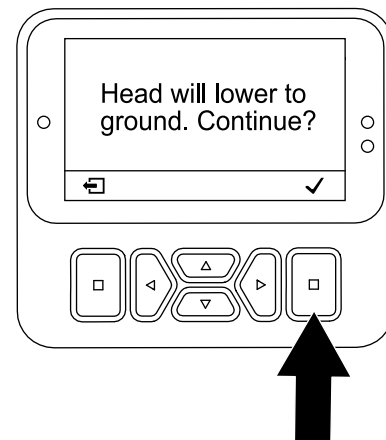

Figura 107
7. No ecrã Head Will Lower (Figura 107), prima o botão de selecção.